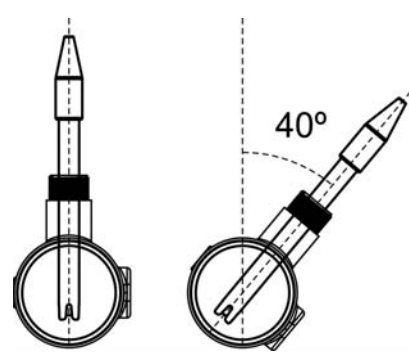

Fig. 13
4. Installez toujours la sonde de pH référentiellement verticale ou avec une inclinaison maximale de 40° (Fig. 13).